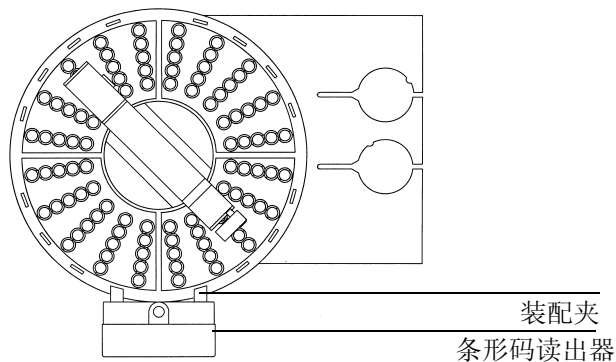

图 5 安装条形码读出器
2. 将读出器上的两个装配夹插到托盘基座边缘处的槽口上，使读出器安装在托盘基座的前部，参见图 5。